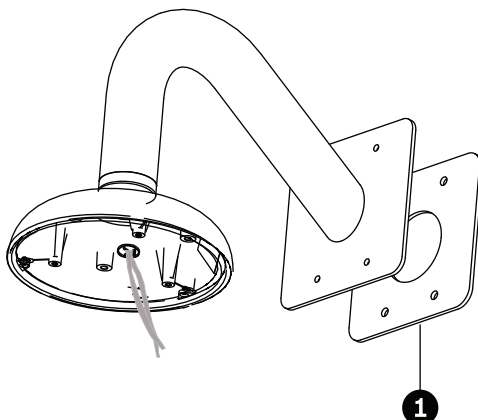

Figura 5.6 Fixe o braço à parede com a junta plana
- a. Enrosque a junta circular de 21,82 mm de Di por Ø3,00 mm (item 1, em baixo) nas rosas inferiores do braço.
- b. Fixe a junta do anel de retenção (item 2, em baixo) à tampa da dome com os três (3) parafusos de cabeça de embeter Phillips M3 – .5 x 6. Certifique-se de que o lado do anel de retenção com os orifícios dos parafusos de cabeça escareada está virado para si.
7. Introduza os condutores através do orifício na superfície, através da junta plana do suporte para montagem em parede (item 1, *Figura 5.6*) e depois através do braço.